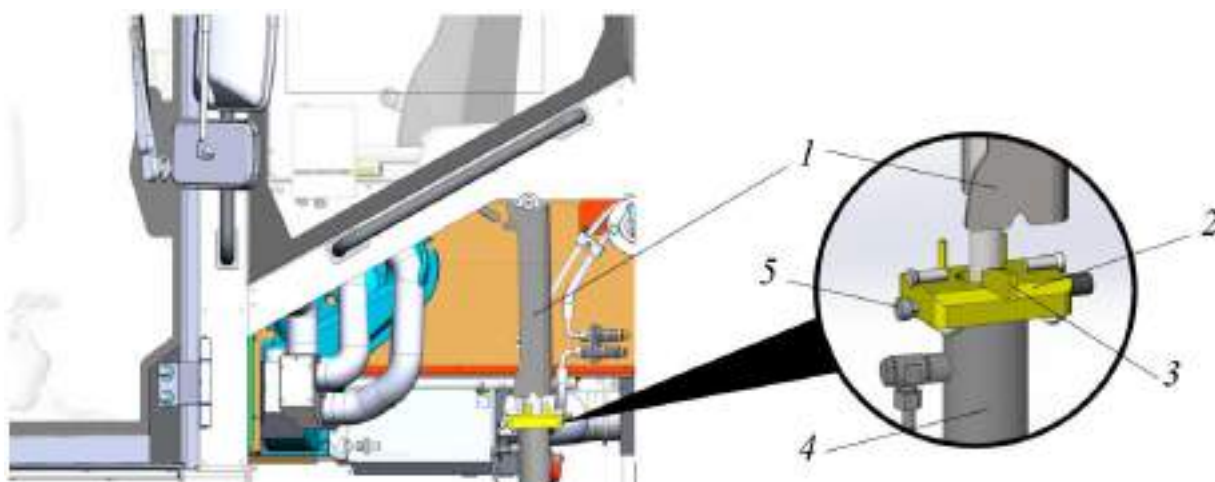

Рисунок 5.14. Процедура подъема кабины оператора
- ▷ Блокиратор поз. 1 должен быть немного выше опоры блокиратора 2, см. рис. 5.14 и иметь возможность перемещаться.
Раскрутить (ослабить) фиксатор 5 и за флажок 3 повернуть опору блокиратора 2 по часовой стрелке на 90 градусов, снова закрутить фиксатор 5. Флажок опоры блокиратора 3 должен занять позицию, как показано на рис. 5.14.